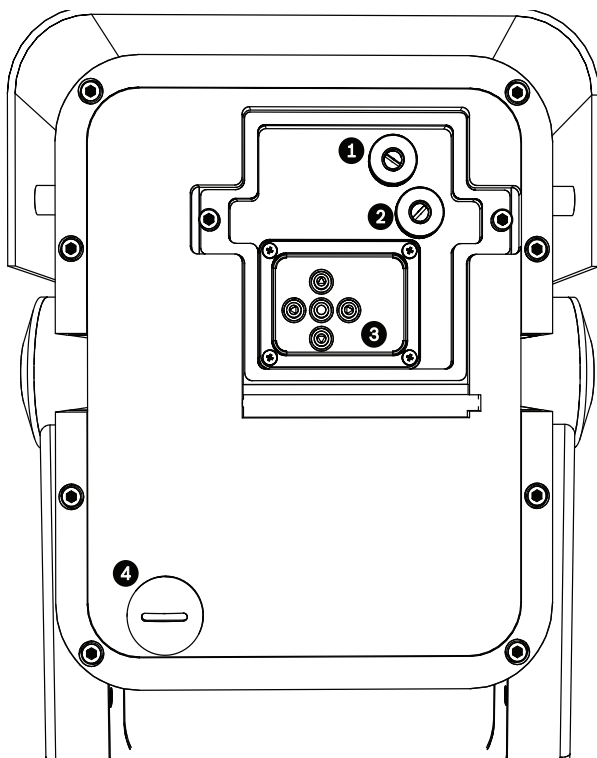

图 6.2 摄像机和 LED
3. 打开盖板。现在，您可以调节对焦、焦距和 LED 俯仰控件（参见下面的图 6.2）。
- 使用上面的定位螺丝 (项目 1, 图 6.2) 对图像进行调焦 :
- 向左旋转定位螺丝, 使焦距移向近点 (N) (放大)。
- 向右旋转定位螺丝, 使焦距移向远点 (F) (缩小)。
- 使用下面的定位螺丝 (项目 2, 图 6.2) 调整焦距 (窄或宽) :